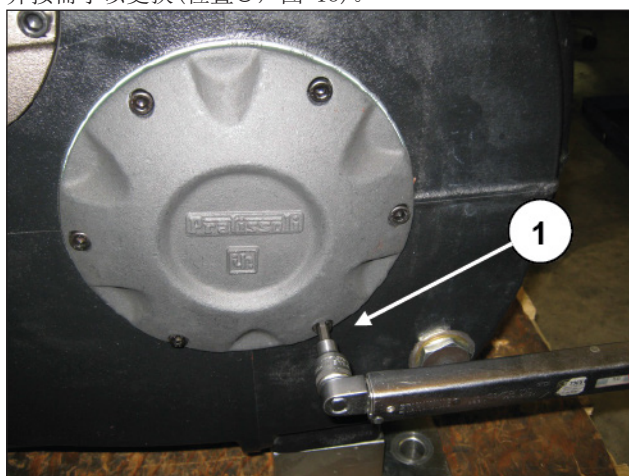
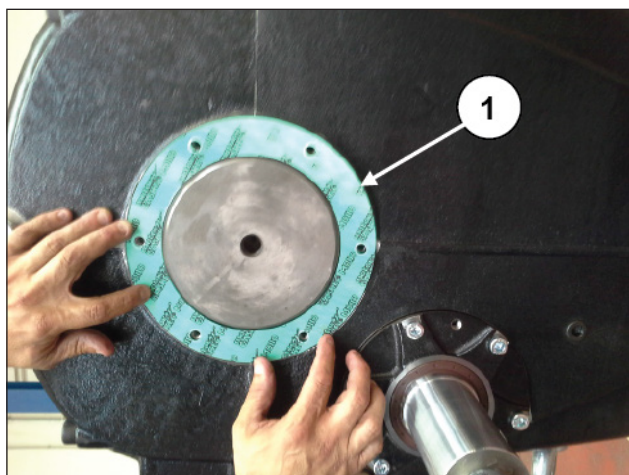

图 12
图 13
拆除曲轴盖, 拧松相关螺栓 (位置①, 图 12), 抽出平垫圈并按需予以更换 (位置①, 图 13)。